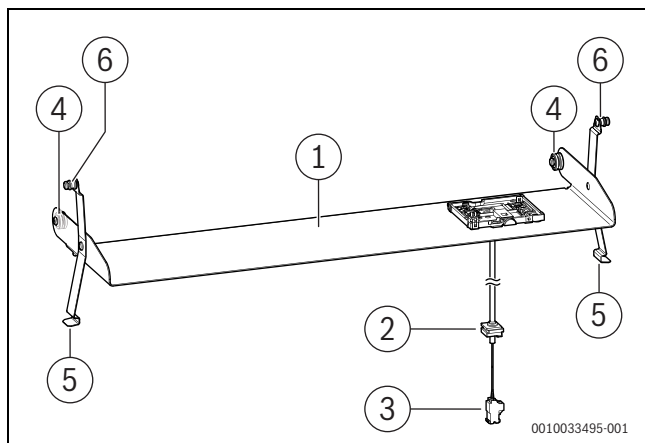

Fig. 96 Accessoire CS 36
Pour installer le module de commande CW 400 dans l'appareil, le montage d'une unité d'insertion (accessoire CS 36) est nécessaire (→ Figure 96, [1]).
- Accrocher les rouleaux de l'unité d'insertion (→ Figure 96, [4]) dans le panneau latéral de l'habillage du ballon.
- À l'aide des ressorts métalliques (→ Figure 96, [5]), fixer dans la position horizontale.
- Accrocher et fixer les bouchons (→ Figure 96, [6]) des deux côtés de l'unité d'insertion dans le panneau avant de l'habillage.